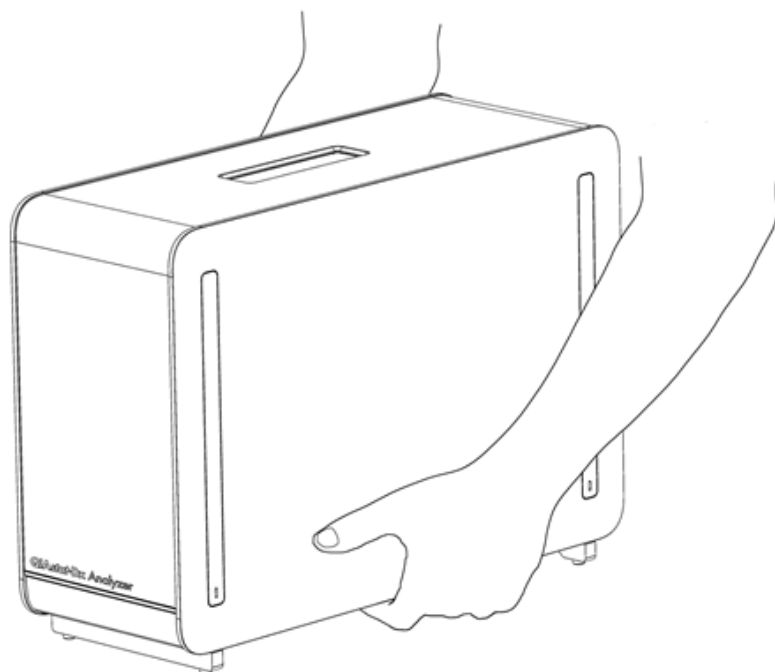

Figura 14. Maneggiare correttamente il modulo analitico.
**Nota:** il modulo analitico deve essere sollevato e maneggiato prendendolo dalla base con due mani, come mostrato nella Figura 14.